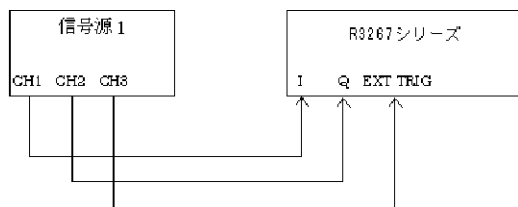

図 6-8 IQ 入力 DOWN LINK 測定接続図
1. R3267 シリーズと信号源を図 6-8 のように接続します。